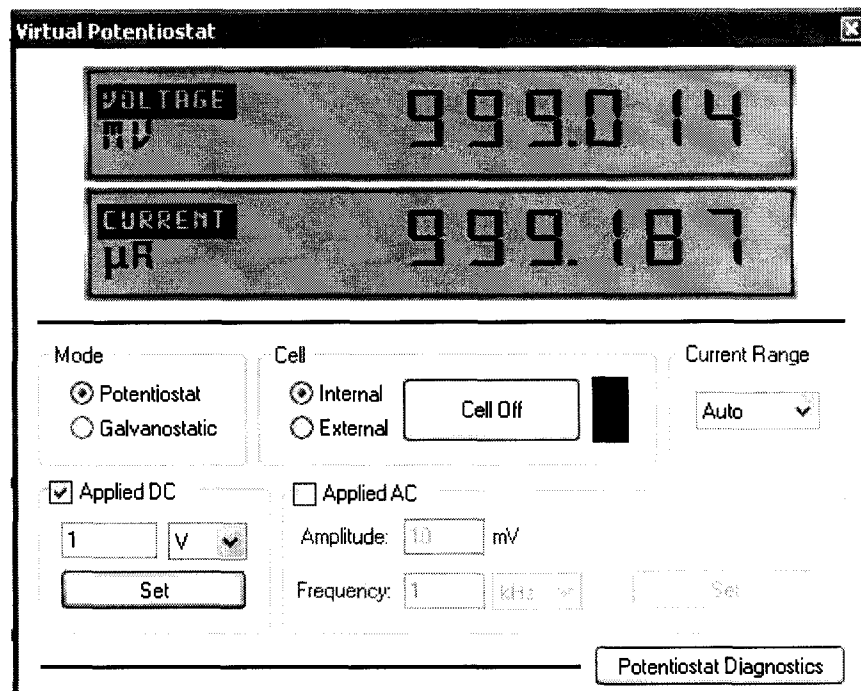

Рисунок 2 – Окно Virtual Potentiostat
7.3.1.3 В окне **Virtual Potentiostat** (рисунок 2) выбрать **Potentiostat, Applied DC, Cell External, Cell On**.